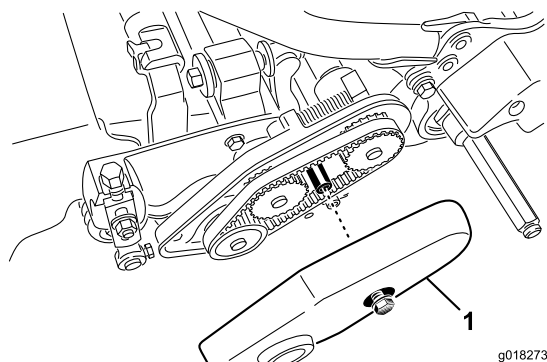

Figure 42
2. Desserrez le boulon à embase qui fixe le couvercle de la courroie et déposer le couvercle pour exposer la courroie (Figure 42).